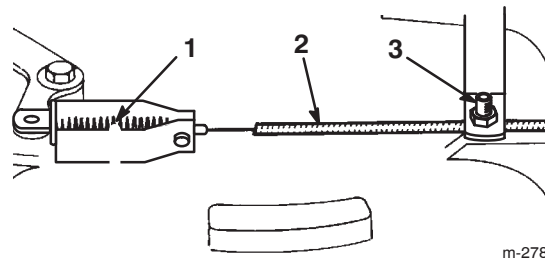

Bild 39
3. Lockern Sie die Klemmschraube, bis sich der Bremszug verschieben lässt (Bild 39).